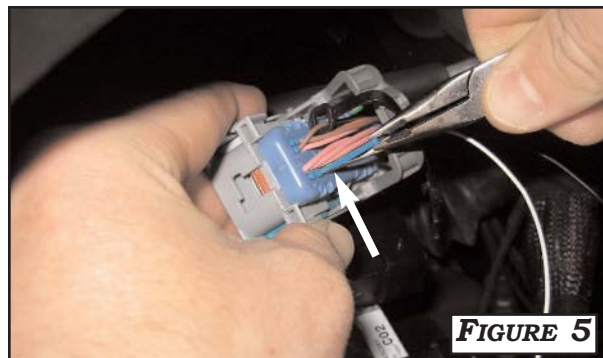
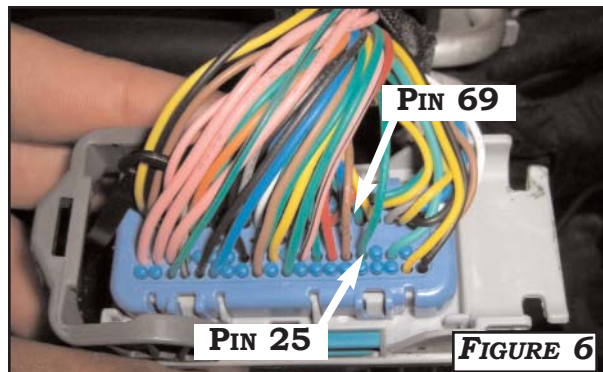

FIGURE 5
FIGURE 6
3. LOCATE **PIN 25** IN **ECM**. REMOVE PLASTIC INSERT. **FIGURE 5**. INSERT **GREEN WIRE** OF ECM HARNESS TO **PIN 25** OF ECM CONNECTOR.
FIGURE 6. LOCATE **PIN 69** IN ECM. REMOVE PLASTIC INSERT. **FIGURE 5**. INSERT **BLACK WIRE** OF ECM HARNESS TO **PIN 69** OF ECM CONNECTOR. **FIGURE 6**. MAKE SURE BOTH PIN LOCKS INTO PLACE. REPLACE RETAINER BACK INTO CONNECTOR. REASSEMBLE CONNECTOR AND PLUG BACK INTO ECM.